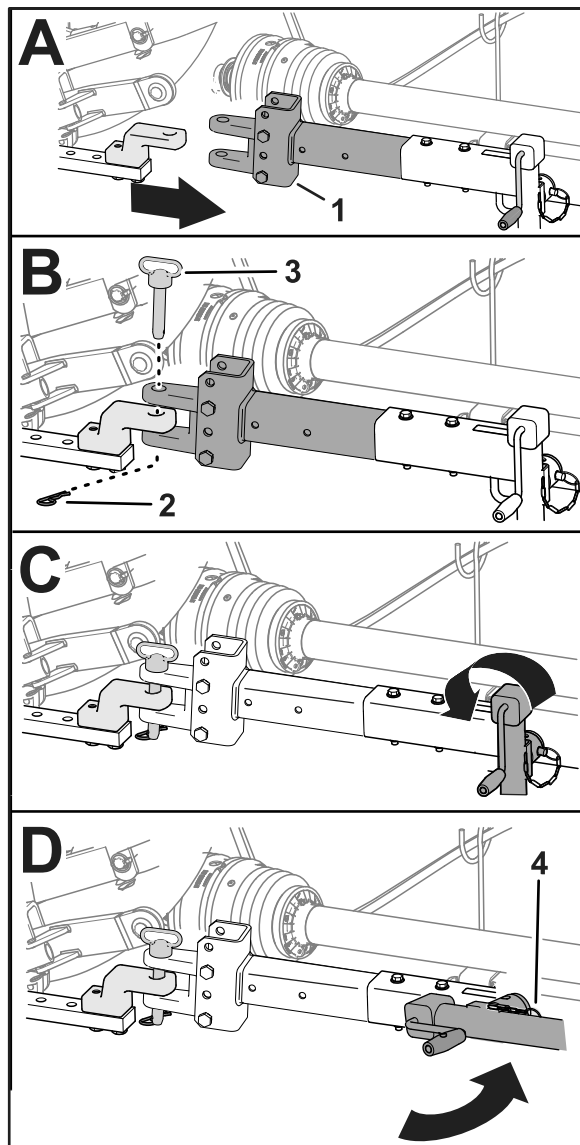

Figura 29
- Si el cortacésped tiene una barra de tiro con pasador de enganche, introduzca el pasador a través de los orificios de la barra de tiro y la barra de tracción, y sujete el pasador con la chaveta (Figura 29).
6. Eleve el gato a su altura máxima (Figura 29).
7. Retire el pasador que sujeta el gato a la barra de tiro, gire el gato a la posición horizontal y sujete el gato a la barra de tiro con el pasador (Figura 29).